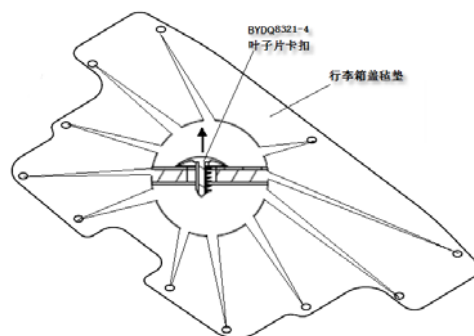

图 7-2-6 行李箱盖毡垫 安装结构图
(1) 用一字螺丝刀撬开卡扣（沿上图 7-2-6 箭头所指方向），顺次将所有卡扣拆卸完毕，可将行李箱盖毡垫取下。
(2) 安装顺序与拆卸顺序相反。